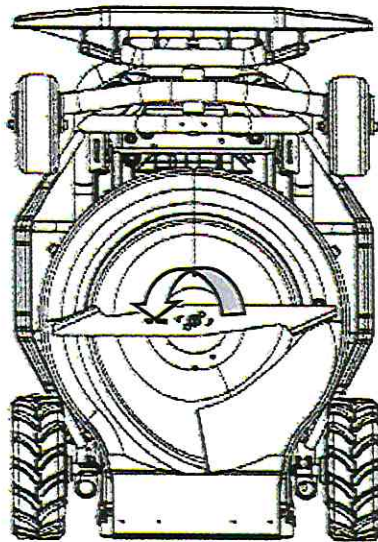

Abbildung 1)
- ①. Schalten Sie die Stromversorgung aus und entfernen Sie den Akku.
- ②. Stellen Sie die Maschine aufrecht auf
- ③. Gegen den Uhrzeigersinn drehen, um die Schrauben zu entfernen (Abb. 1)